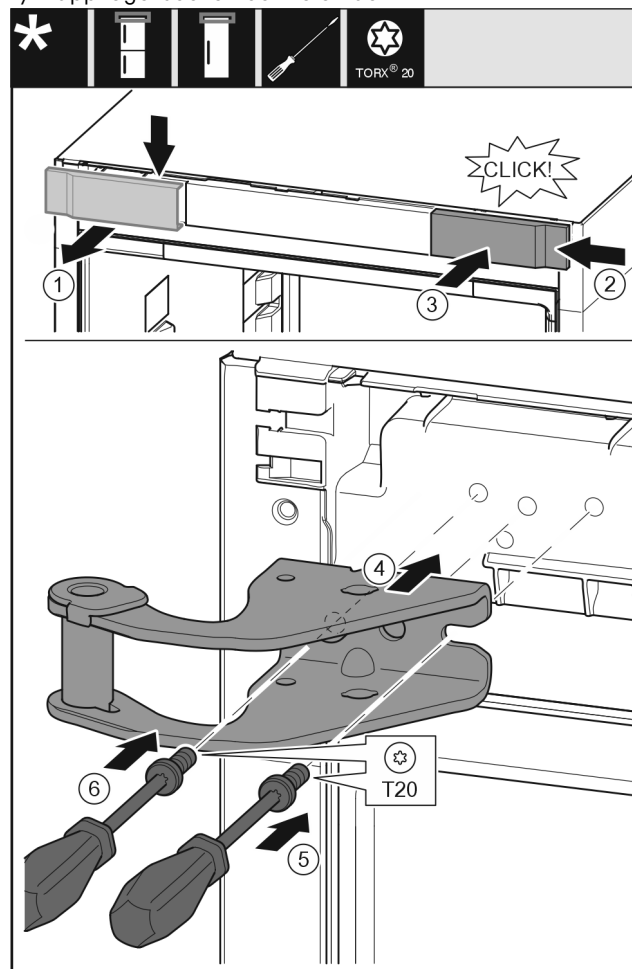

Fig. 11
- ▶ Ta bort skyddet Fig. 11 (1) uppifrån och framåt.
- ▶ Häng in skyddet Fig. 11 (2) vridet 180° på den andra sidan från höger.
- ▶ Haka i skyddet Fig. 11 (3).
- ▶ Sätt in den övre lagerbocken Fig. 11 (4).
- ▶ Sätt an skruven Fig. 11 (5) och dra åt den med skruvmejseln.
- ▶ Sätt an skruven Fig. 11 (6) och dra åt den med skruvmejseln.